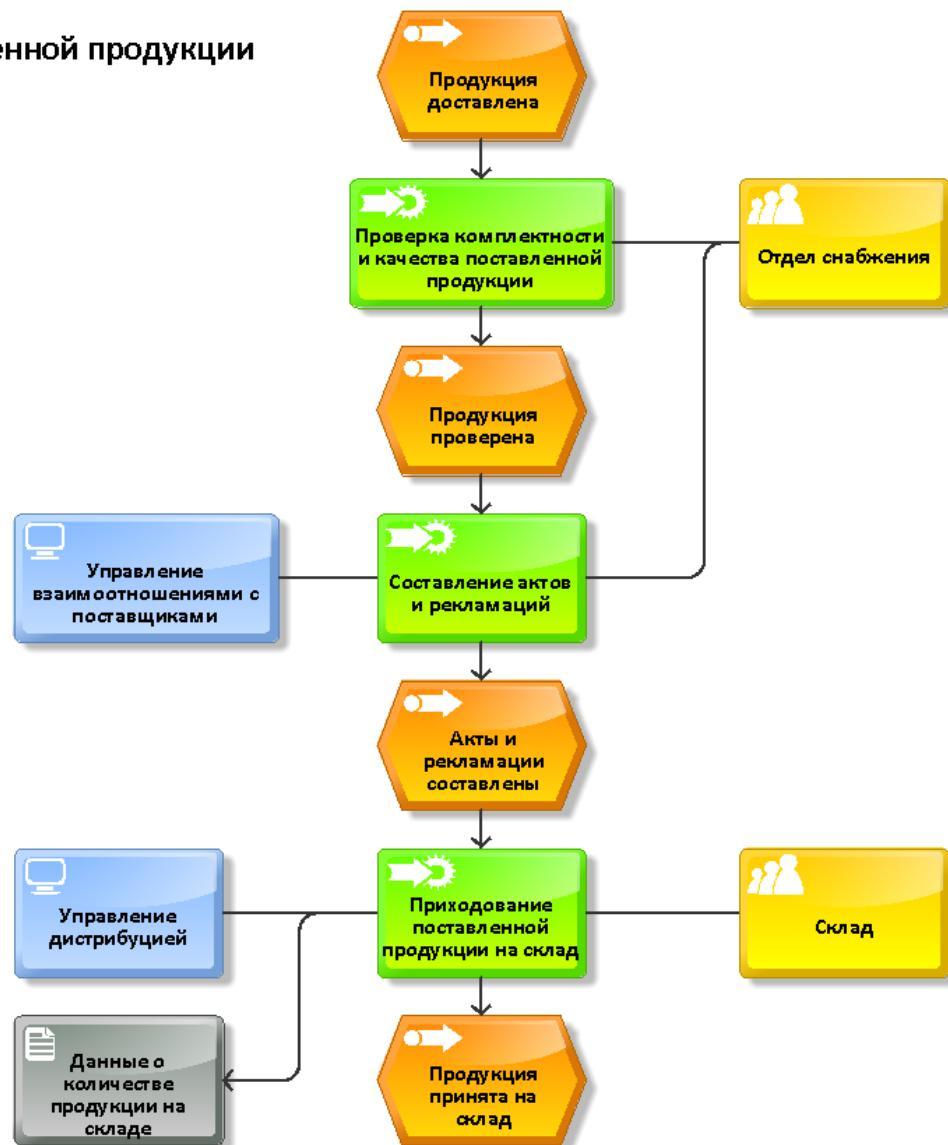

Рисунок 2.28
2. Сохранить построенную модель бизнес-процесса «Прием поставленной продукции» (рисунок 2.28).